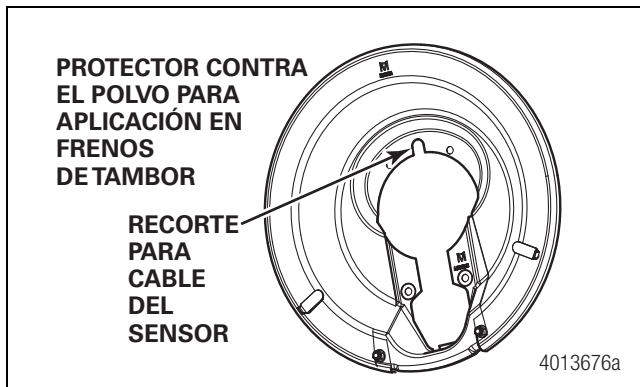

Figura 12.18
5. Los protectores contra el polvo de dos piezas que produce actualmente Meritor para frenos de levas están diseñados para usarse con o sin equipos ABS. Cada sección del protector contra el polvo contiene un orificio para pasar el cableado del ABS. Figura 12.18.